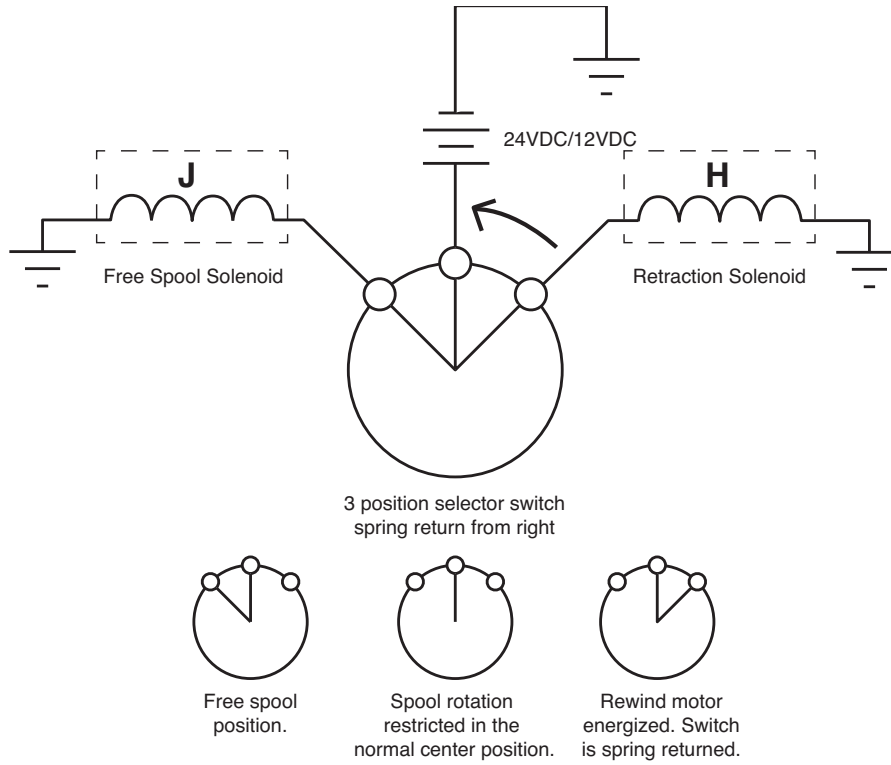
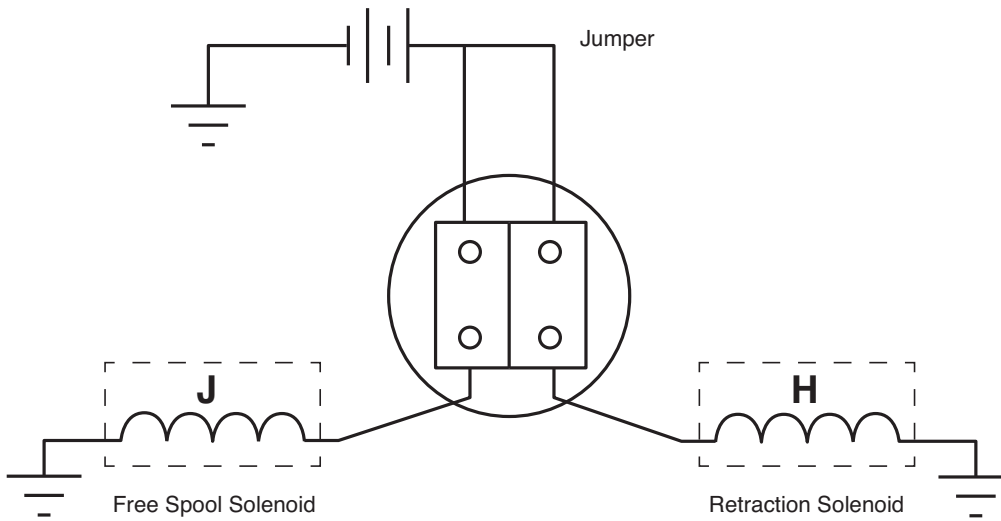

图 20
图 21
- 如（图 20 和图 21）所示，将开关装置与液压控制模块上的电磁阀以导线相连。